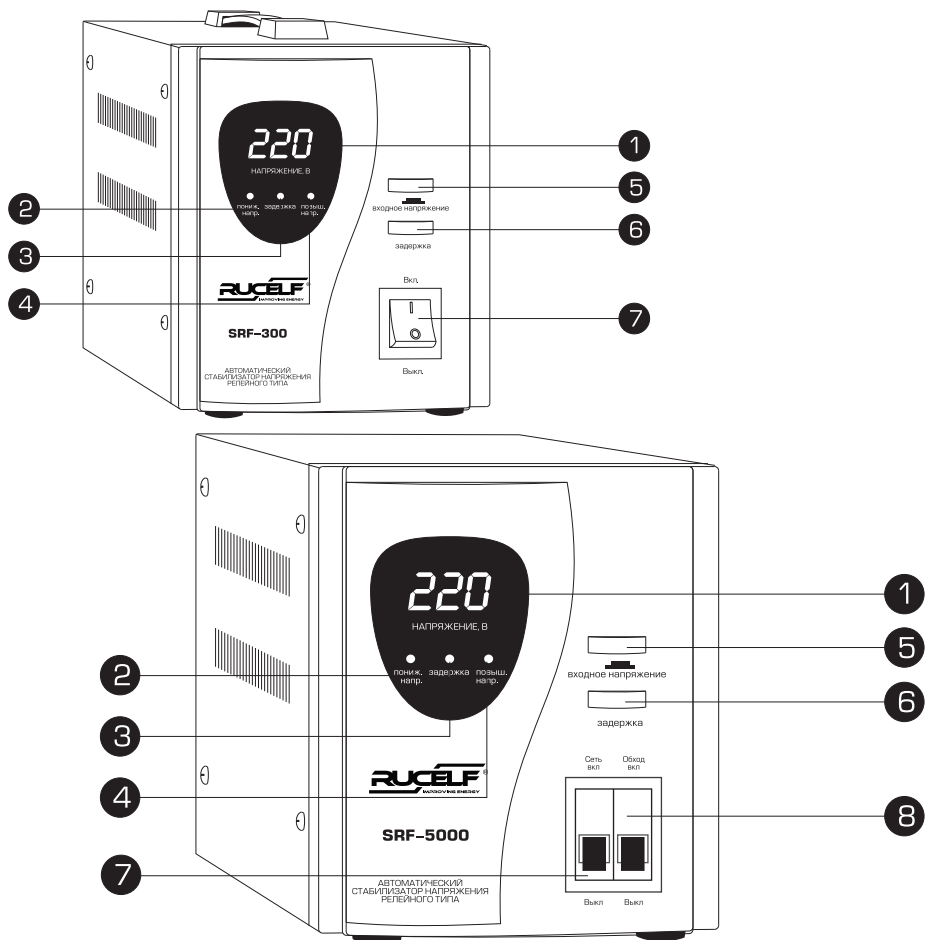

Рис. 2
- При натисканні та утриманні кнопки «Вхідна напруга» «Входящее напряжение» № 5 (рис. 2), на дисплеї відобразиться вхідна напруга. Після відпускання кнопки стабілізатор перейде в режим індикації вихідної напруги.
- Якщо необхідно встановити час затримки включення споживача 255сек. потрібно натиснути на кнопку «Затримка» «Задержка» № 6 (рис. 2). Якщо функція активована, буде світитися світлодіод «Затримка» «Задержка» № 3 (мал.2).
- Встановити кнопку чи автоматичний вимикач №7 (рис. 2) в положення «Вкл.».
- Перед підключенням переконатися, що кнопка або автоматичний вимикач № 7,8 (рис.2) знаходиться в положенні «Вykl.».